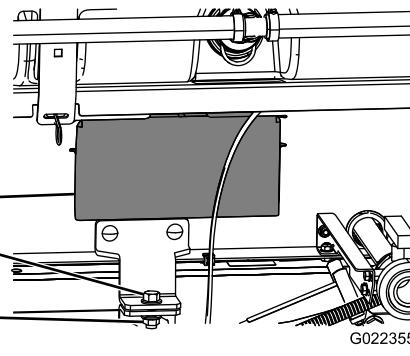

Figure 36
5. Déposez les panneaux d'accès de chaque côté du cadre du patin (Figure 36).
8. Fixez la patte de maintien du patin de cuve au support du plateau sur le cadre, de chaque côté de la machine, à l'aide d'un boulon ($\frac{1}{2}$ " x $1\frac{1}{2}$) et d'un contre-écrou ($\frac{1}{2}$ "), comme montré à la Figure 36.